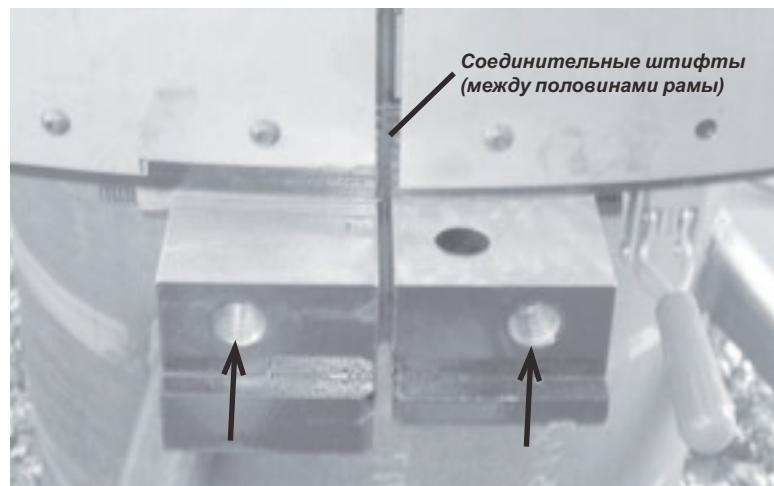

Рис. 5-4. На стороне шарнира рамы имеется два резьбовых отверстия для крепления шарнира.
- 3.** Установите шарнир и монтажное приспособление в раму со стороны шарнира. (В стороне шарнира имеется два резьбовых отверстия, см. Рис. 5-4).